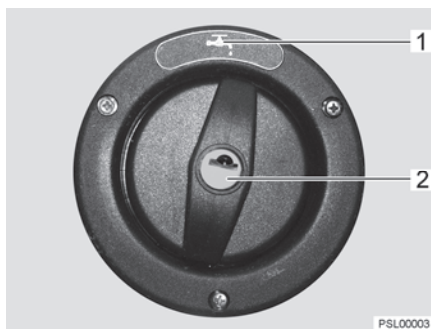

Bild 104 Lock för påfyllningsöppningen för dricksvatten
Påfyllningsöppningen för dricksvatten är märkt med symbolen  (Bild 104,1). Locket låses och låses upp med nyckeln till de utvändiga låsen (utvändiga luckorna).
- Stick in nyckeln i låscylindern (Bild 104,2) och vrid ett kvarts varv moturs.
- Öppna påfyllningsöppningen för dricksvatten (Bild 104).